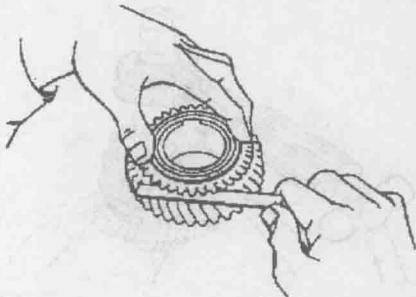

图 1-41 检测同步环
41) 用塞尺检测同步环背面与齿轮端面的距离, 如图 1-41 所示。最小值为 0.8mm, 否则应更换同步环。